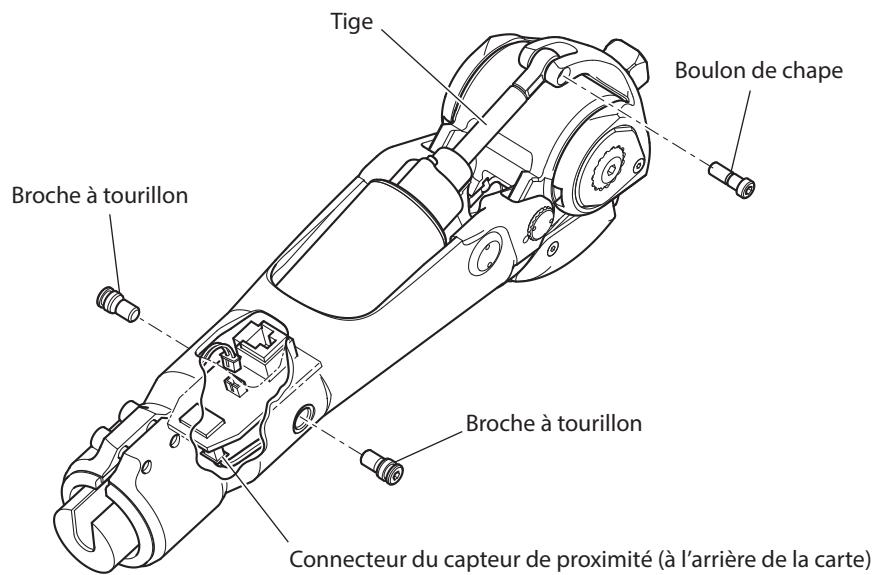

Fig. 25 Retirer/installer le module du vérin
- 2 Retirez le boulon de chape et la broche à tourillon (Fig. 25).
- 3 Attachez la broche à tourillon et le boulon de chape (Fig. 25).